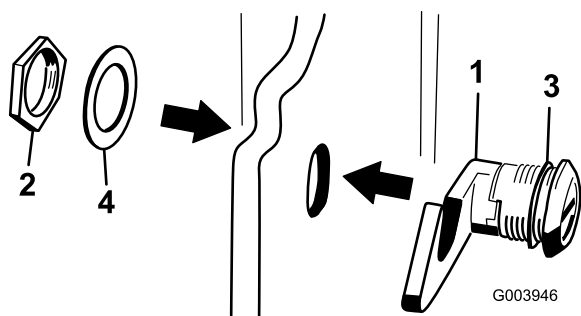

図 17
- フード・ラッチ・アセンブリからナットを取り外す（図 17）。